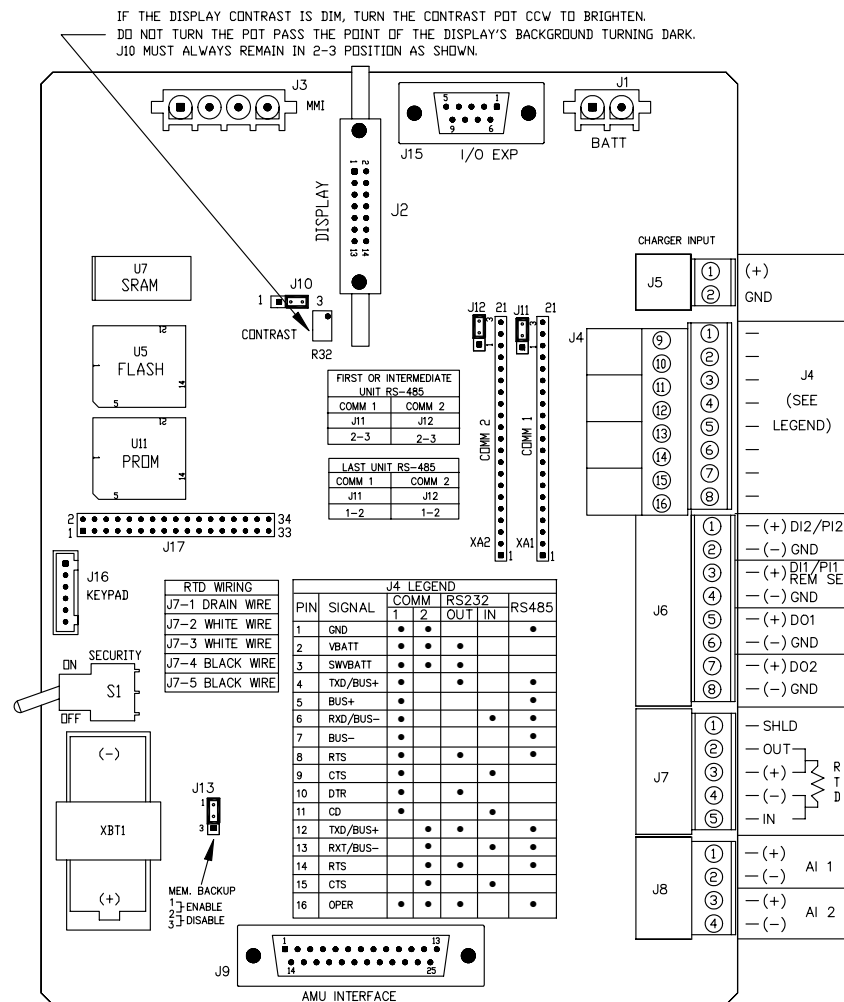
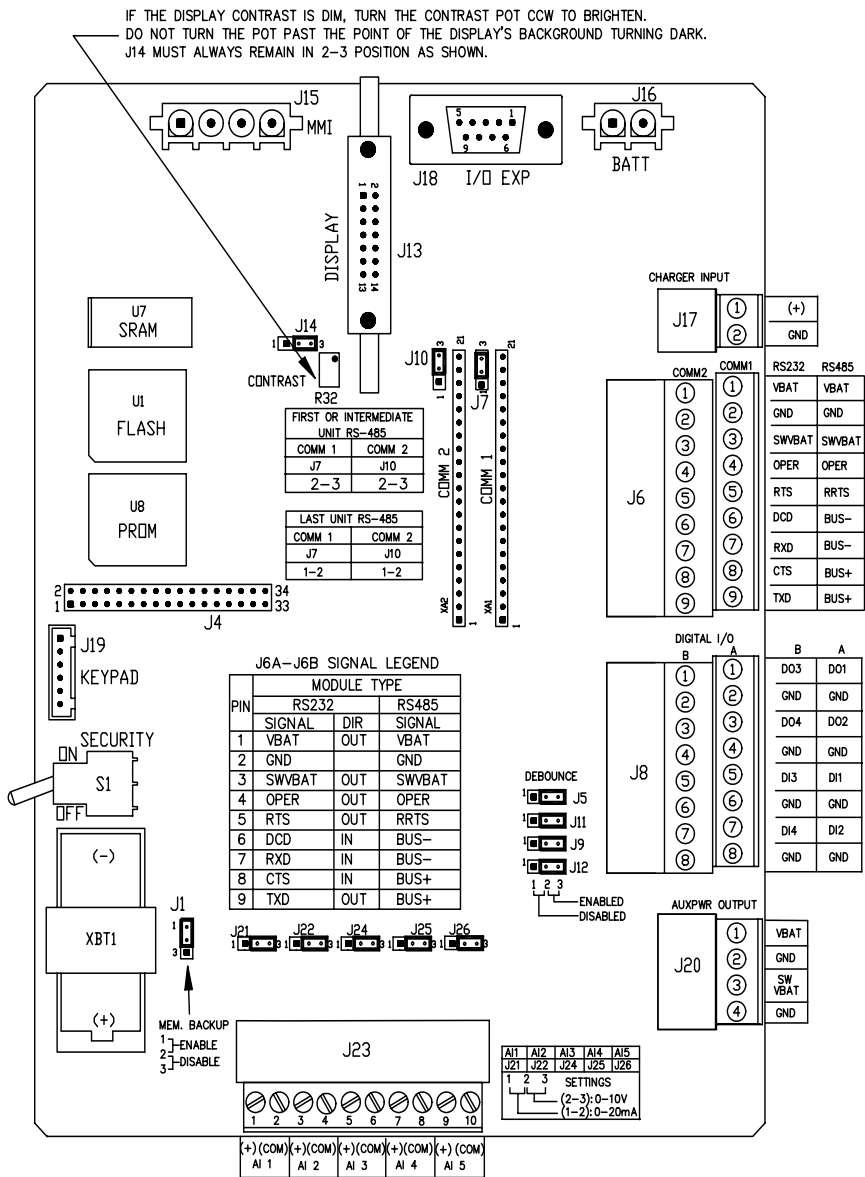

图 5 (XFC 布局)
图 6 (XRC 布局)
7. 安装 RTD 并将连线连接到 XFC 板上的连接器块 J7。该 XRC 板不具有 RTD 输入。(请参见图 5)
8. 确认“Memory Backup”(存储器备用锂电池)为“Enabled”(启用)。这在 XFC 上为 J13, 在 XRC 上为 J1。(请参见图 5 和图 6)
9. 将充满电的电池安装并连接到 XFC 板上的 J1 或 XRC 板上的 J16。连接器位于这两个板上的相同位置。(请参见第 7 页以及图 5 和图 6)
5. 按如下所示将 RTD 探测器连接到 XFC 的 RTD 连接器：在进行与端子块的连接前，应首先取下平接线片（如果连有）并将线端剪去 1/4 英寸。从 XFC 主电路板上取下 J7 端子块。（请参见图 5）
8. 太阳能电池板电源线连接到 XFC 端子块 J5 或 XRC 端子块 J17 充电器输入端子。有关端子位置，请参考图 5 或图 6。取下扣式插头之一并安装缆线接头。从缆线接头上取下螺帽、密封环和橡胶索环。将螺帽、密封环和索环滑到缆线上并将缆线穿过缆线接头的主体。令缆线足够长，可以延伸到设备上，以便连接到充电器输入 +/- 端子。